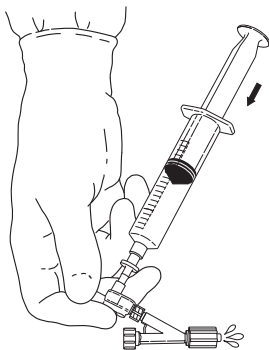

Fig. 3
5. Rensa bort återstående luft genom att placera tummen över injektionsporten. Spola långsamt ut de återstående luftbubblorna ur dubbelspärventilen och Tuohy-Borst-adaptern. **(Fig. 3)**